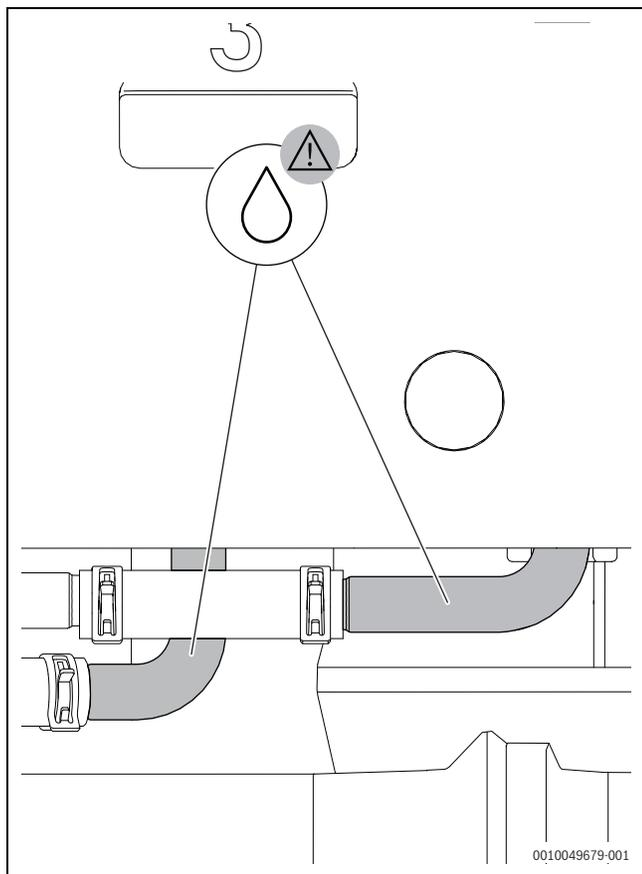

Fig. 18 Tubes nécessitant une isolation lorsque le mode de refroidissement est utilisé en dessous du point de rosée
- Pour éviter une brèche thermique, l'installateur doit isoler les tubes thermiques (voir → Fig. 18 "Tubes nécessitant une isolation lorsque le mode de refroidissement est utilisé en dessous du point de rosée").